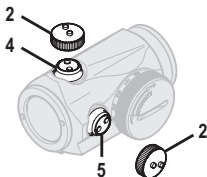

Fig. 2 Retire las tapas
- a Abra las tapas de los objetivos (3).
- b Haga girar el conmutador giratorio (8) hacia la derecha hasta que el punto rojo tenga una intensidad adecuada para el contraste respecto al blanco.
- c Para acceder al tornillo de ajuste de la elevación (4) y al tornillo de ajuste de la deriva (5), retire la tapa de ajuste (2). Consulte la Fig. 2.
- d La tapa de ajuste (2) o la herramienta (11A) deben utilizarse para girar los tornillos de ajuste. Coloque las perillas de la tapa de ajuste (2) en los huecos de los tornillos de ajuste (4) y (5).